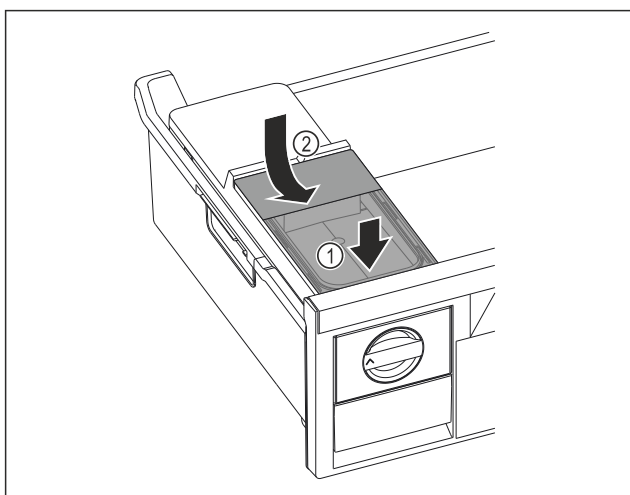

Fig. 110
- ▶ Placera vattenbehållaren fram till. Fig. 110 (1)
- ▶ Sänk ned vattenbehållarens baksida. Fig. 110 (2)